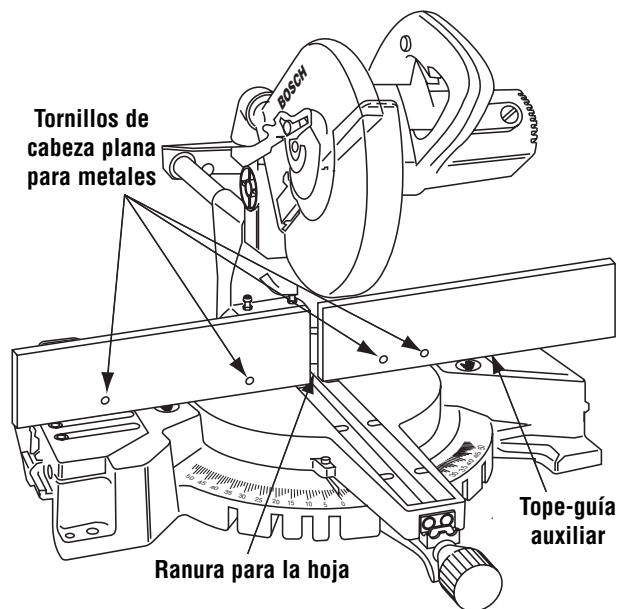

Figura 23. Tope-guía auxiliar
1. Coloque un pedazo de madera contra el tope-guía de la sierra para cortar ingletes (Figura 23). (La madera puede tener una altura máxima de 3-1/4". Compruebe que el ensamblaje del cabezal no interfiera con el tope-guía auxiliar.)
4. Coloque el tope-guía auxiliar usando tres (3) tornillos de 1/4" de cabeza plana para metales. Haga un corte de profundidad completa para crear la ranura para la hoja. Compruebe si hay interferencia entre el tope-guía auxiliar y el protector inferior de la hoja. Haga ajustes según sea necesario.